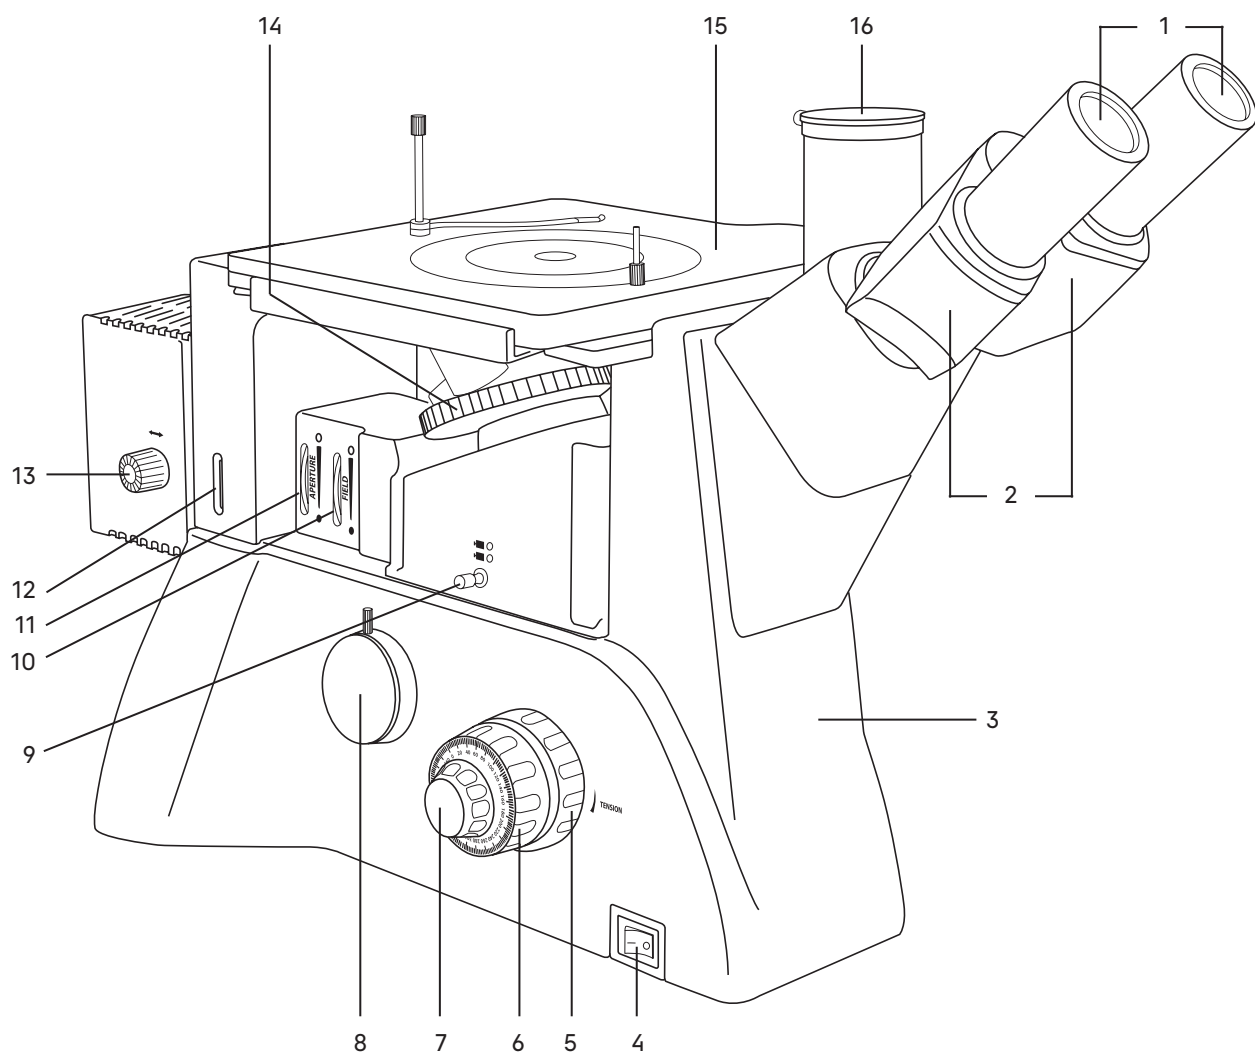
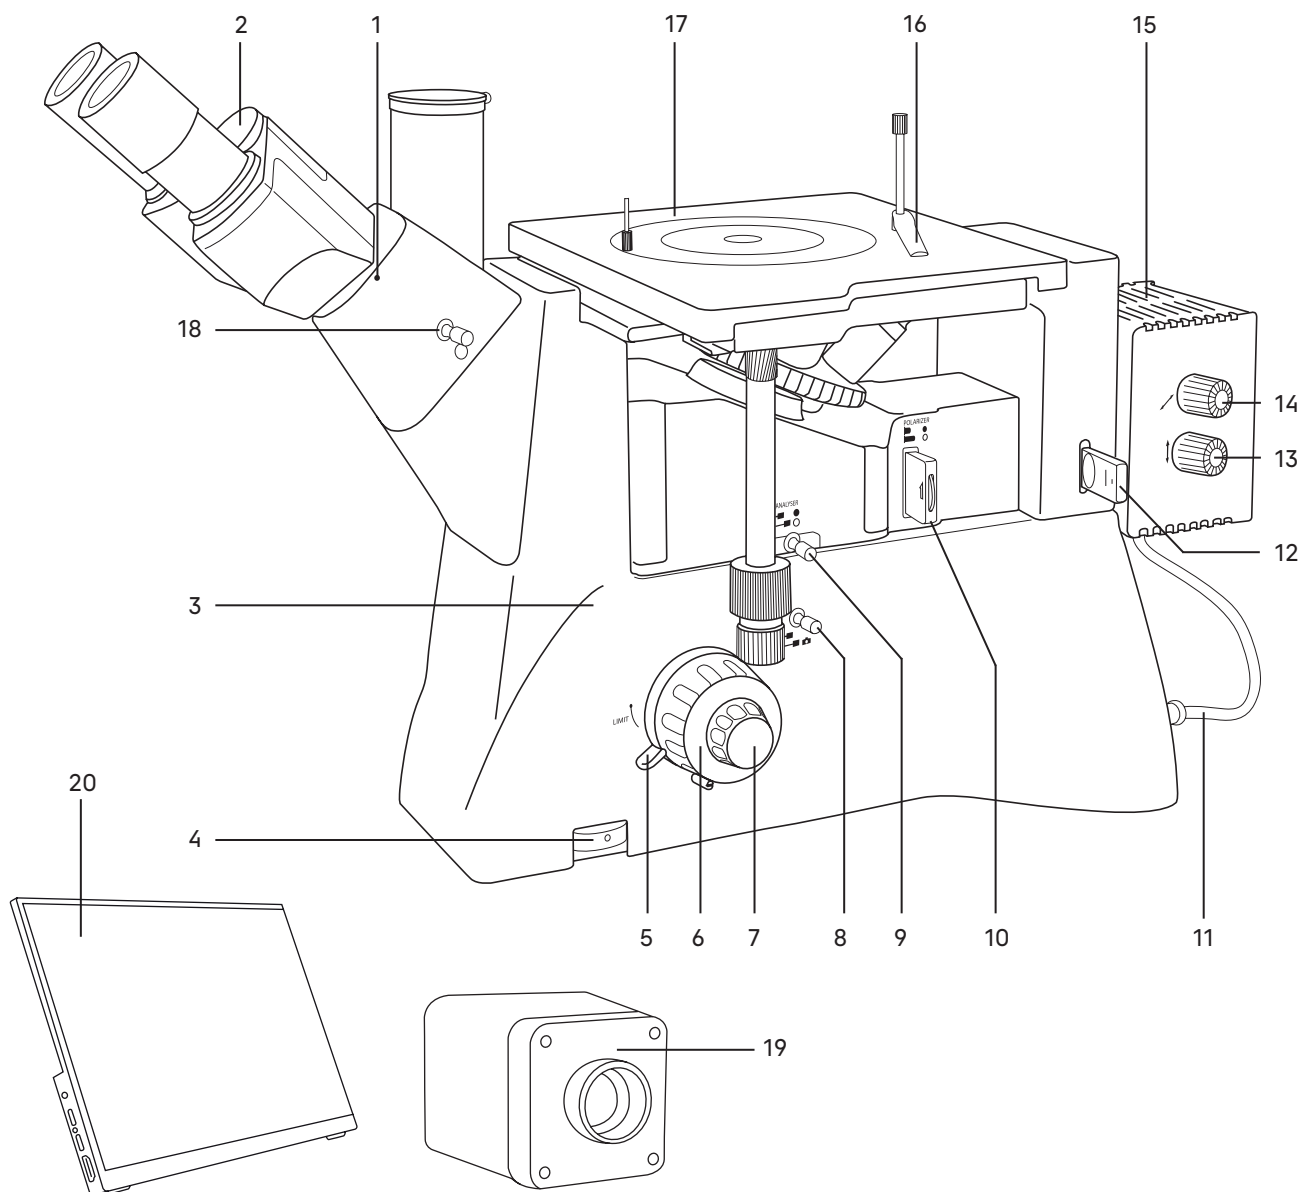

Рис. 1. Микроскоп MAGUS Metal VD700 BD LCD. Вид слева
Рис. 2. Микроскоп MAGUS Metal VD700 BD LCD. Вид справа
Общий вид микроскопа представлен на рис. 1 и 2.
На штативе 3 (рис. 1) закреплены:
- револьвер 14 (рис.1) с объективами;
- предметный столик 15 (рис. 1);
- тубусы визуальной насадки 2 (рис. 1);
- фонарь лампы 15 (рис. 2).
На левой боковой поверхности штатива расположен выключатель 4 (рис. 1) сетевого напряжения. В положении «—» включается, а в положении «0» выключается сетевое напряжение.
На правой боковой поверхности штатива расположен диск 4 (рис. 2) для регулировки напряжения питания источника света.
На левой боковой поверхности штатива расположен канал визуализации 8 (рис. 1) для установки камеры. Микроскоп укомплектован адаптером C-mount, который устанавливается в этот канал и закрепляется в нем винтом. На адаптер устанавливается камера. Камера служит для вывода изображения на экран компьютера или монитор/телевизор.
Фокусировка на объект осуществляется перемещением по высоте револьверного устройства с объективами. Грубая фокусировка производится вращением коаксиальных рукояток 6 (рис. 1, 2), расположенных по обеим сторонам штатива.
Тонкая фокусировка производится вращением рукояток 7 (рис. 1, 2), расположенных по обеим сторонам штатива. Тонкая фокусировка требуется для более точного фокусирования на объект и для подфокусировки микроскопа на резкость изображения при смене объективов и препаратов. Цена деления тонкой фокусировки – 2 мкм.
Механизм регулировки жесткости хода грубой фокусировки 5 (рис. 1) – кольцо между штативом и рукояткой грубой фокусировки с левой стороны. С помощью кольца регулируется жесткость хода грубой фокусировки так, чтобы жесткость была комфортной для пользователя, но при этом револьвер с объективами не опускался самопроизвольно во время работы.
Механизм блокировки грубой фокусировки 5 (рис. 2) расположен с правой стороны. После завершения грубой фокусировки рекомендуется перевести рычаг в крайнее положение в направлении по часовой стрелке. Таким образом закрепится положение грубой фокусировки для быстрой рефокусировки после смены препарата.
Тринокулярная визуальная насадка обеспечивает визуальное наблюдение изображения объекта. Насадка закреплена на штативе 3 (рис. 1). В гнездо насадки устанавливается блок окулярных тубусов 2 (рис. 1) и закрепляется винтом 1 (рис. 2). При установке поверните тубусы вверх или вниз для удобства наблюдения.
Изменение межзрачкового расстояния в насадке осуществляется разворотом окулярных тубусов в пределах 48–75 мм. Значение расстояния, установленного в соответствии с глазной базой наблюдателя, отсчитывается по шкале 2 (рис. 2) на насадке.
В вертикальный тубус 16 (рис. 1) корпуса визуальной насадки (канал визуализации) с помощью переходника C-mount устанавливается система визуализации с монитором. Переключение светового потока на вертикальный тубус производится рукояткой 8 (рис. 2) и 18 (рис. 2). Рукоятка имеет два положения: 100/0 и 50/50.
В комплект микроскопа входят окуляры 1 (рис. 1). Окуляры имеют высокое положение выходного зрачка и предназначены для работы как в очках, так и без них.
Револьверное устройство 14 (рис. 1) обеспечивает установку пяти объективов. Смена объективов производится вращением револьверного устройства за конусную рифленую поверхность до фиксированного положения.
Встроенные полевая и апертурная диафрагмы отцентрированы в оптической оси на заводе-изготовителе и дополнительной центрировки не требуют. Если появится необходимость, диафрагмы можно отцентрировать регулировочными винтами. Раскрытие/закрытие полевой и апертурной диафрагм производится вращением кольца 10 (рис. 1) и кольца 11 (рис. 1) соответственно.
Двухкоординатный механический предметный столик 15 (рис. 1) закреплен на штативе. Перемещение столика осуществляется рукоятками 3 (рис. 2).
На задней стенке штатива микроскопа находится соединительный переходник. На него устанавливается фонарь галогенной лампы 15 (рис. 1).
Регулировка положения лампы относительно оси осуществляется рукоятками 13, 14 (рис. 2).
Регулировка положения лампы относительно коллектора осуществляется рукояткой 13 (рис. 1).
Для проведения наблюдений в поляризованном свете микроскоп оснащен устройством простой поляризации, которое включает в себя съемные анализатор 9 (рис. 2) и поляризатор 10 (рис. 2). Поляризатор вращается в диапазоне 0–360°. Анализатор выполнен в виде пластины и не оснащен поворотным диском.
В комплект микроскопа входит слайдер со светофильтрами 12 (рис. 2). Слайдер имеет пять положений: желтый, синий, матовый, зеленый фильтры, а также свободное отверстие. Светофильтры помогают правильно настроить цветопередачу в зависимости от образца исследования, улучшить цветовой баланс и повысить контрастность и яркость изображения.